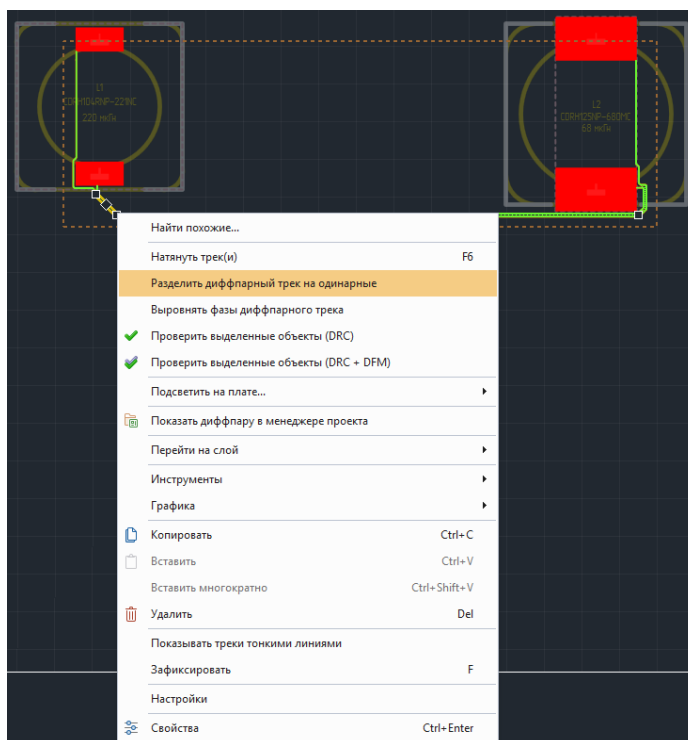

Рис. 350 Разделение дифференциальной пары на одиночные треки
2. Из контекстного меню выбрать пункт «Разделить диффпарный трек на одинарные», см. Рис. 350.